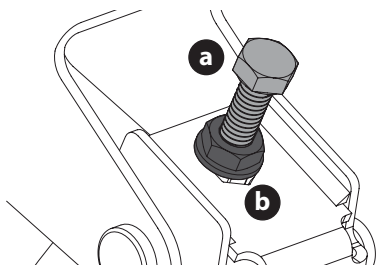

Figure 35
3. Les écrous de réglage (a) sont placés sur chaque côté de la tondeuse (Figure 35).
4. Desserrez les contre-écrous (b), mais ne les enlevez pas. Serrez ou desserrez le boulon droit ou celui de gauche, selon le besoin, jusqu'à ce que la hauteur des deux côtés est égale (Figure 35).
5. Une fois le réglage approprié effectué, serrez les écrous supérieurs (b) à couple de 23 N m (200 po-lb) (Figure 35).